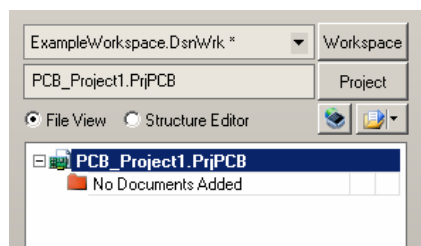

图 2.23 新建的空白 PCB 项目
(3) 在“Select PCB Type”对话框中选择“Protel Pcb”项，单击“OK”按钮，新建一个默认名称为“PCB_Project1.PrjPcb”的空白 PCB 项目，如图 2.23 所示。